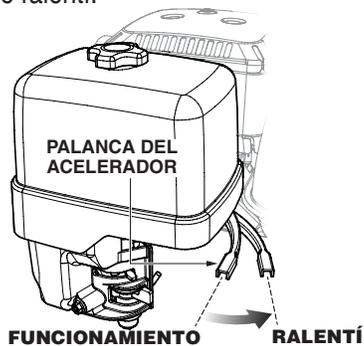

Figura 10. Palanca del acelerador (posición de ralentí)
2. Mueva la palanca del acelerador (consulte la Figura 10) a la posición de **ralentí**.